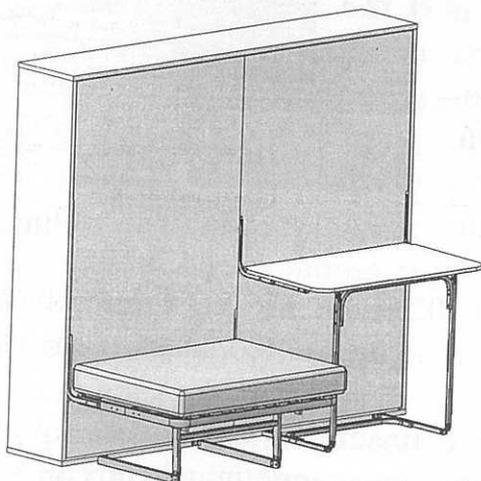

Рис.33.1 Диван и стол разложены
33. Одновременно установленные стол и диван представлены на рис. 33.1 и 33.2